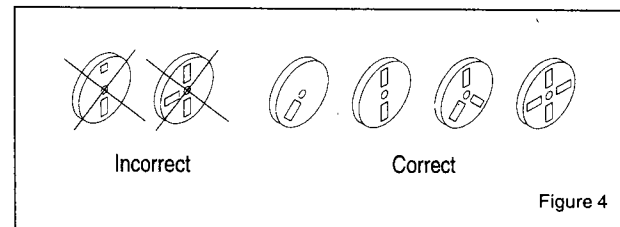

Figure 4
1. utilisez toujours des marqueurs de dimension similaire (voir Figure 4)
2. placez les marqueurs à intervalles réguliers (voir Figure 4)